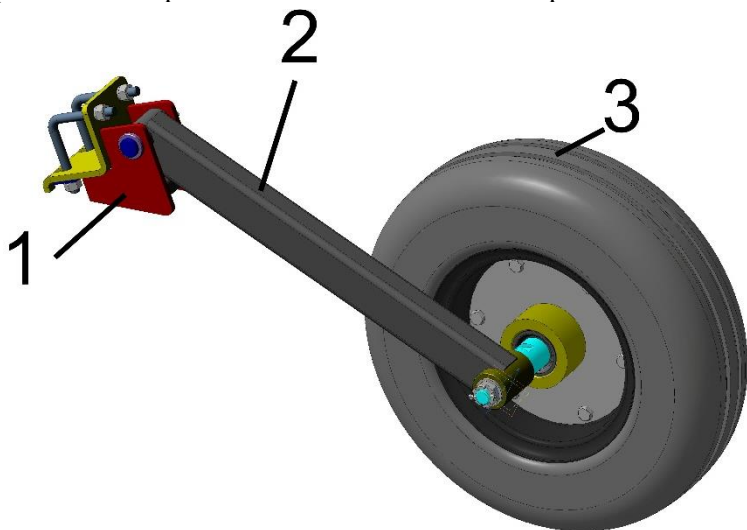

Рисунок 5 – Колесо прикатывающее
3.5 Колесо прикатывающее (рисунок 5) с помощью хомутов устанавливается шарнирно на заднюю трубу рамы на кронштейне 1. Стойка колеса с осью 2 имеет возможность свободного перемещения вверх и вниз для осуществления копирования рельефа почвы. На оси стойки установлен диск с шиной 3. Для регулировки машины в зависимости от ширины укрывного материала имеется возможность перемещения колеса вдоль рамы.